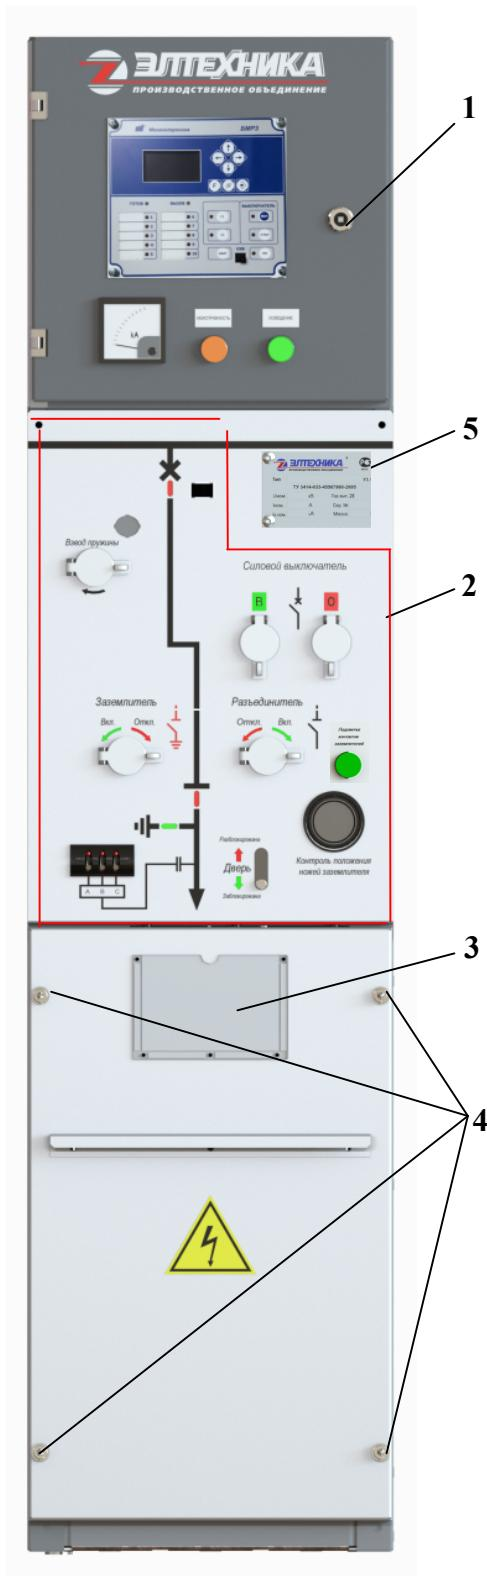

**Рис. 1 Основные функциональные элементы базовой конструкции шкафа КРУ**
1.4.1 Общий вид внутреннего устройства базовой конструкции шкафа КРУ с комбинированным коммутационным модулем с твердой изоляцией с силовым вакуумным выключателем, лицевая сторона КРУ и принадлежности показаны на рис. 1, 2, 3.
#### 1.4.2 Отсек кабельных присоединений С (рис. 1)
#### 1.4.3 Отсек сборных шин *B* (рис. 1)
#### 1.4.4 Отсек вторичных цепей *D* (рис. 1)